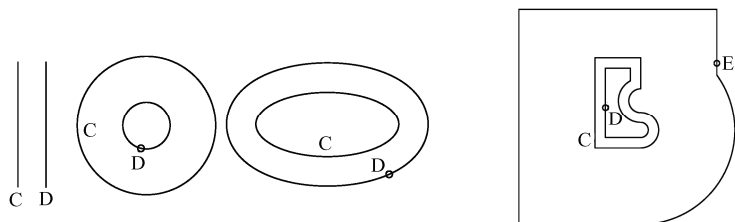

图 4-26 偏移示例
- (1) 指定偏移距离：输入偏移距离，可以通过键盘输入或拾取两个点来定义。
- (2) 通过：指偏移的对象将通过随后拾取的点。
① 退出: 退出偏移命令。
② 多个: 使用同样的偏移距离重复进行偏移操作, 同样可以指定通过点。
③ 放弃: 恢复前一个偏移。
(3) 删除: 偏移源对象后将其删除。随后可以确定是否删除源对象, 输入 Y 删除源对象, 输入 N 保留源对象。
(4) 图层: 确定偏移复制的对象创建在源对象层上还是当前层上。
(5) 选择要偏移的对象: 选择欲偏移的对象, 回车则退出偏移命令。
(6) 指定要偏移的那一侧上的点: 指定点来确定往哪个方向偏移。
**【例 4.12】** 偏移图 4-26 所示的图形到指定位置。请预先绘制图 4-26 中 C 所指的图形, 其中最后一个为一条多段线。